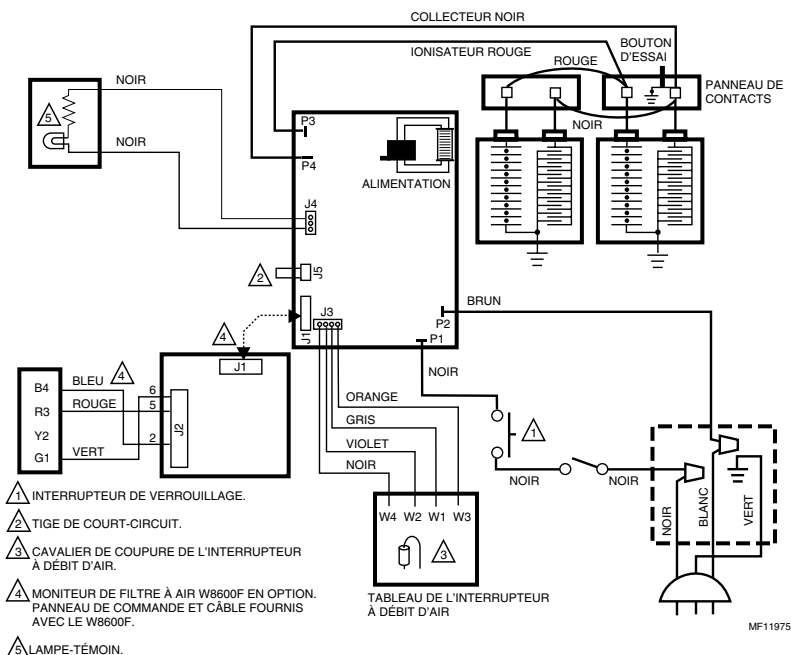

Fig. 9. Schéma interne du F58F avec le W8600F.
- ❑ Brancher le F58F directement dans une prise ayant la tension et la fréquence indiquées. Voir le schéma de raccordement interne, Fig. 9. Le F58F fonctionnera efficacement quelle que soit la vitesse du ventilateur d'un système à vitesses multiples ou à action modulante relié par des conducteurs ou branché.